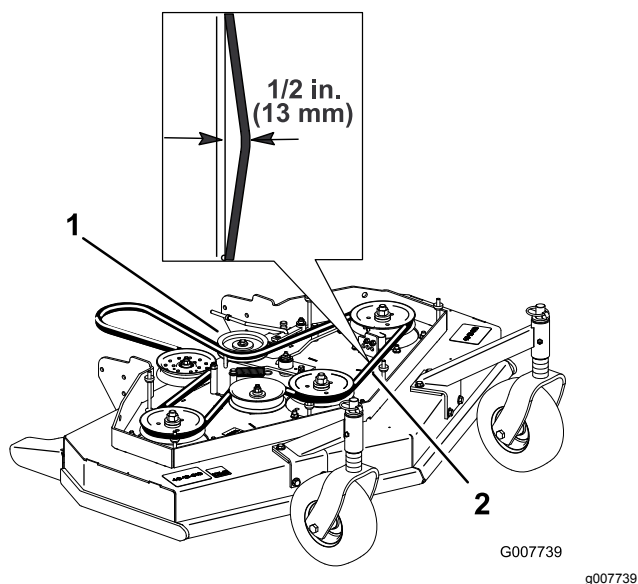

Figura 45
4. Staccate la puleggia tendicinghia e la cinghia consumata (Figura 45).
Nota: La tensione corretta della cinghia del tosaerba è compresa tra 44 e 67 N, con una deflessione della cinghia di 13 mm a metà tra le pulegge (Figura 45).